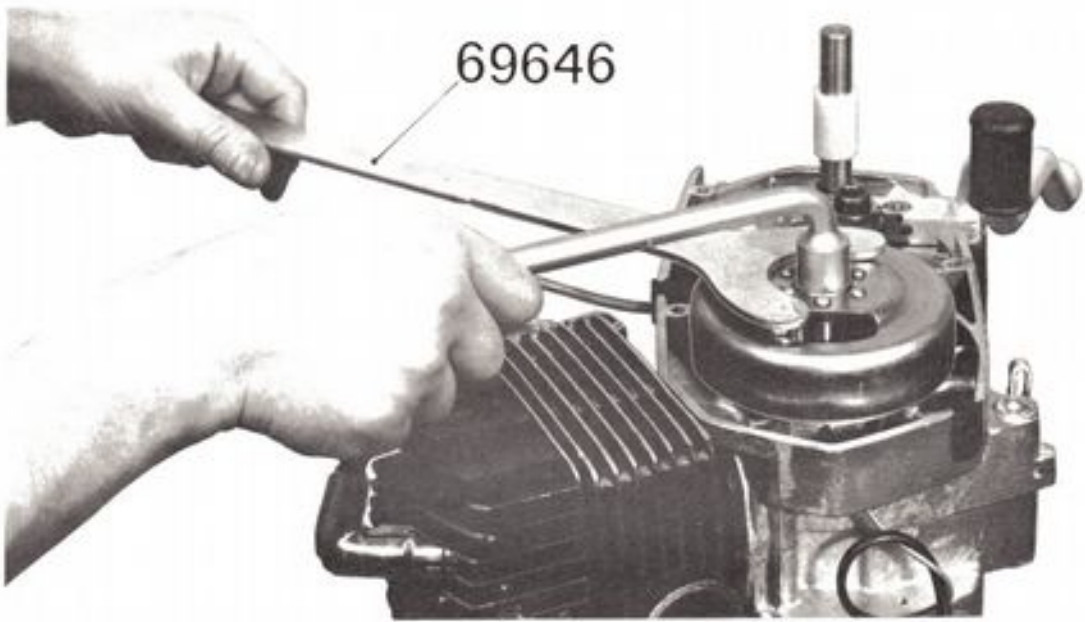

Figure 11
- Dévisser l'écrou en bout de vilebrequin à l'aide d'une clé à pipe de 16, en immobilisant le rotor avec l'outil n° 69646 (figure 11).